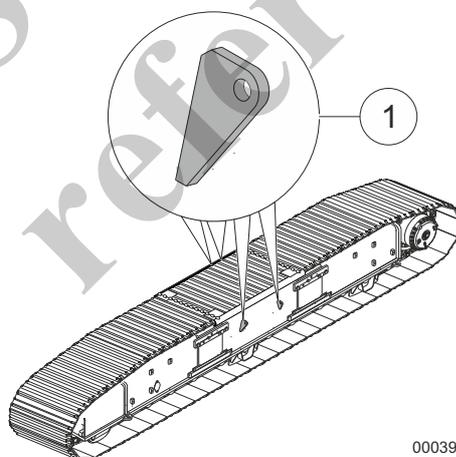

Fig. 119 Puntos de elevación en el portador de ruedas de oruga
- 6 Fije el aparejo de elevación que se incluye en el gancho de carga a los puntos de elevación (1, Fig. 119) de uno de los portadores de rueda de oruga.